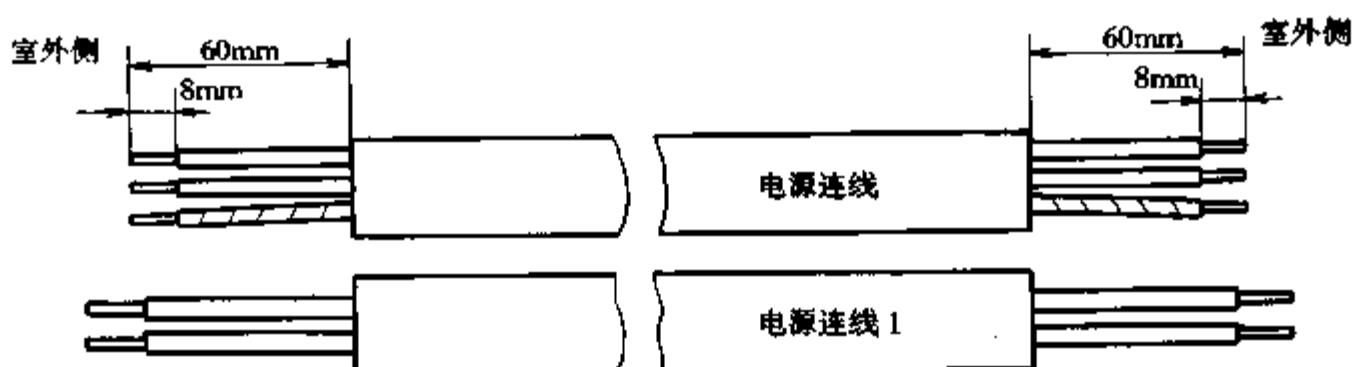

图 7-46 电源连线
(1) 使用配线规格:本机已配  $1.5\text{mm}^2$  的 YZW(三芯)电源连线 1 条和  $0.75\text{mm}^2$  的 YZW(二芯)1 条,如图 7-46。
(2) 拆开外罩。
(3) 电源连线的连接: